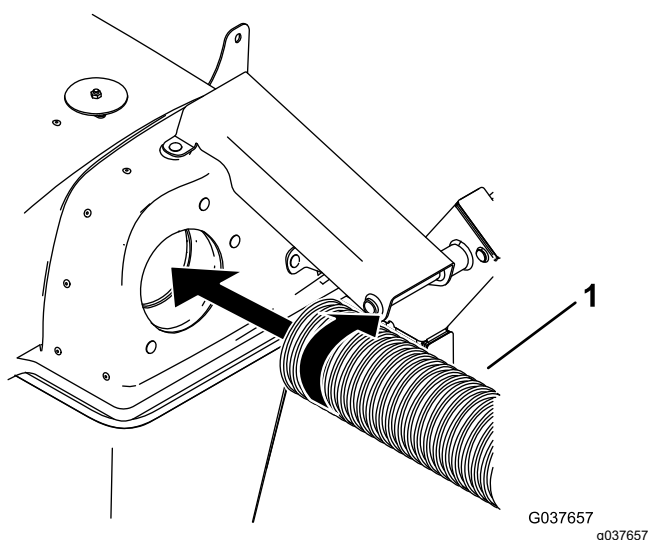

Figure 21
- Vissez une extrémité du tube flexible dans le capot sur 2 à 3 filets (Figure 21).